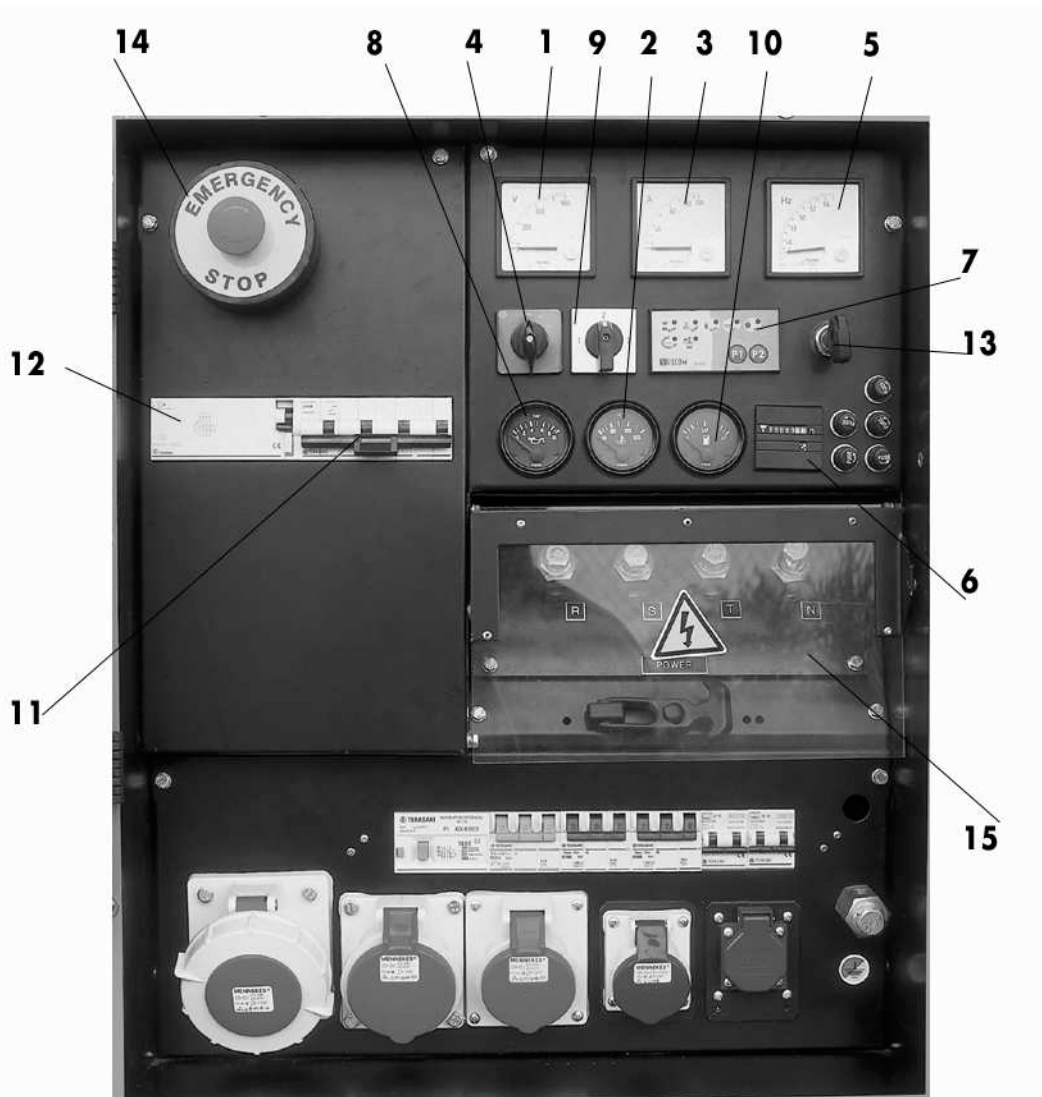

Bild Nr 1
- MANUELLE SCHALTТАFEL (MCP)** Siehe Bild Nr. 1&2